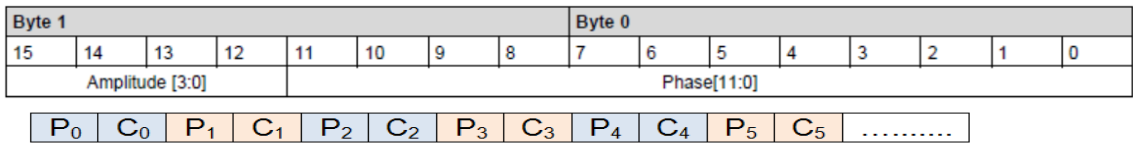

图 14: 2 字节模式
包含 4bits 的反射光亮度 (C) 和 12bits 的相位 (P)。如下图 14。Amplitude 和 Phase 组成 16 位 word，Amplitude 为 MSB。